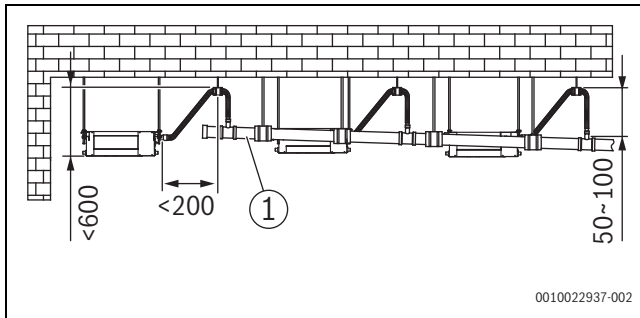
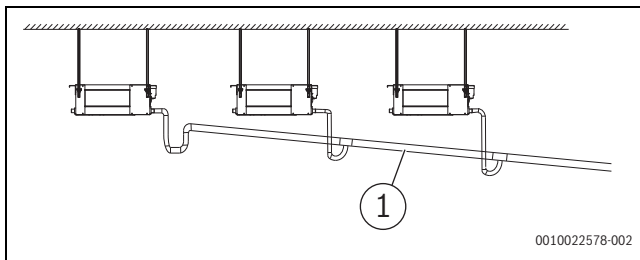

Bild 27 Installation und Abstände der Ablaufleitung bei Installationen mit Kondensatpumpe [mm]
Bild 28 Installation einer Ablaufleitung ohne Kondensatpumpe
- Ablaufrohre entsprechend Abb. 27 (mit Kondensatpumpe) bzw. Abb. 28 (ohne Kondensatpumpe) installieren. Der Auslass der Ablaufleitung darf nicht höher liegen als der Kondensataustritt. Das Abwärtsgefälle muss mindestens 1/100 betragen.